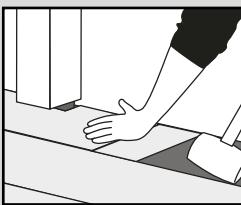
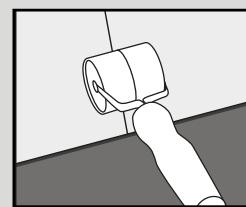

Fig. 4
Fig. 5
- Continúe instalando los tablones a lo largo de la habitación hasta completar la fila utilizando un rodillo de mano para ayudar (Fig. 4). Sólo si es necesario, utilice un mazo de goma y un pedazo cortado del mismo piso para golpear suavemente el producto. Se puede utilizar una barra de tracción para tirar del producto alrededor de los bordes de la habitación (Fig. 5).